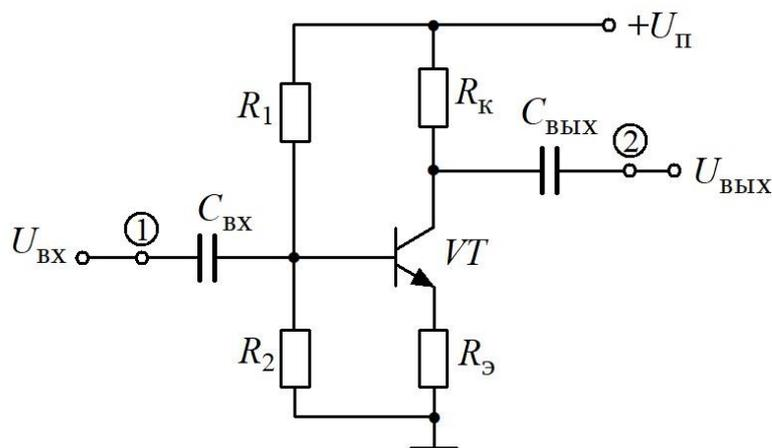

Рис. 2.5. Усилительный каскад
Электрическая схема усилительного каскада приведена на рис. 2.5. Точки (1) и (2) на схеме – места подключения щупов осциллографа каналов CH1 и CH2 соответственно. Канал CH1 – отображение входного напряжения, канал CH2 – выходного.